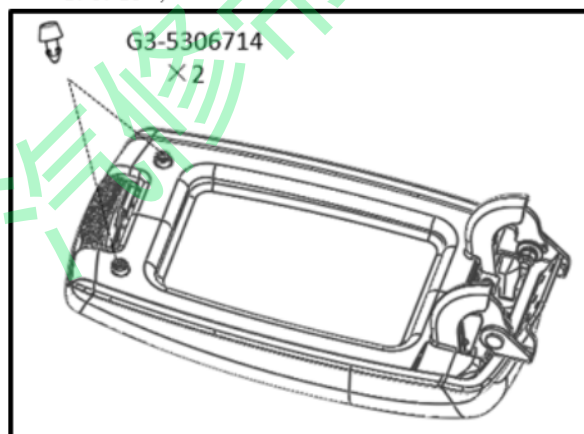

图 1.6.19 副仪表板扶手总成的分拆 3
- (4) 副仪表板扶手蒙皮是用订书钉装订在扶手外板上的；
(5) 将盖板缓冲垫从扶手内板上拔出。如图 1.6.19；